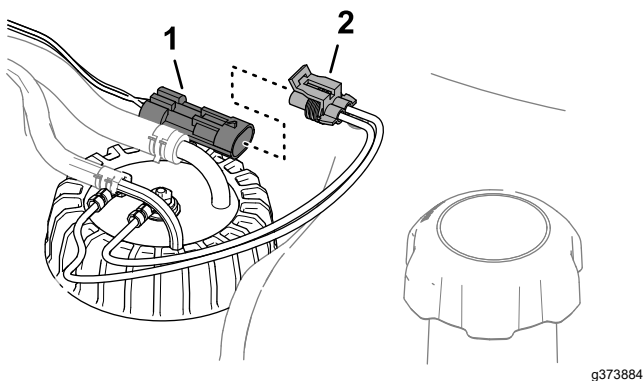

Рисунок 92
6. Подсоедините разъем жгута проводов датчика уровня топлива к разъему жгута проводов машины (Рисунок 92).